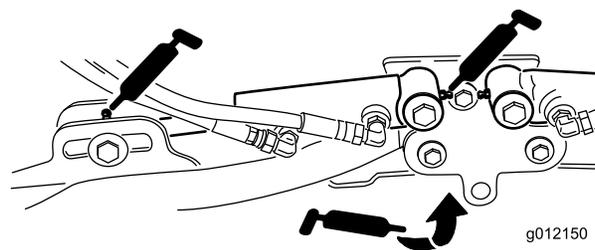

图42
- 滚刀组提升臂油缸 (每个滚刀组 2 个) (图42)
- 提升臂枢轴（每个滚刀组 1 个）（图42）